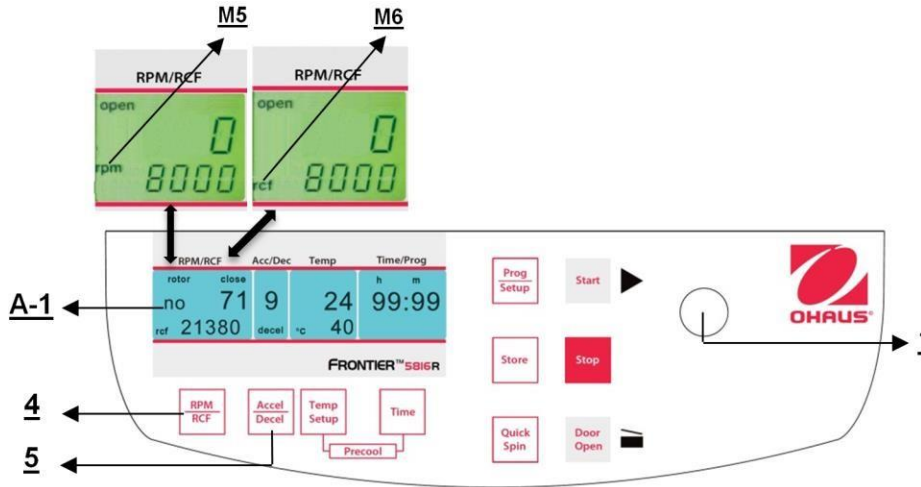

Figura 19
Esta preselección se activa con el botón **"RPM | RCF"** (4) (consulte la Figura 19 a continuación). Al presionar el botón una vez, destella la palabra **"rpm"** (M5). Al presionar el botón dos veces, se puede seleccionar la preselección de las fuerzas centrífugas. Entonces aparece la palabra **"rcf"** (M6). Puede establecer los valores que desee con la perilla de ajuste (1). En la pantalla (A-1) aparece permanentemente el valor regulado, antes, durante y después de la operación.